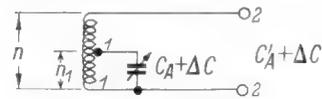
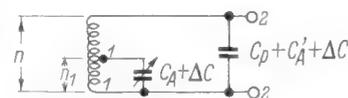

Bild 3. Transformation der Drehkondensatorwerte durch Anschluß an eine Spulenzapfung
Bild 4. Bandspreizung durch Anschaltung des Drehkondensators an eine Spulenzapfung
Bild 3 gibt die vollständige Schaltung des großen Vorsatzgerätes wieder. Man erkennt sechs jeweils auf Bandmitte abgestimmte KW-Eingangskreise. Sie werden durch die Tasten 1...3 bzw. 5...7 an das Steuergitter der Misch- und Oszillatordröhre ECH 42 gelegt. Die mittlere Taste 4 schaltet beim MW-Empfang die Antenne unmittelbar zum Empfänger durch.
In Bild 3 ist diese Taste gedrückt. Wird eine KW-Taste betätigt, dann gehen die Kontakte der Taste 4 nach unten. Die Antenne schaltet sich dadurch an die zu den Antennenkopplungsspulen führende Leitung. Die Ausgangsbuchse wird über 100 pF mit der Anode der Mischröhre verbunden, und die Anodenspannung der Röhre wird eingeschaltet. Die gedrückte KW-Taste legt außerdem Antennen-, Gitter- und Oszillatordröhre an die Röhre.
In Bild 3 wird der Drehkondensator mit seinem Stator an eine Zapfung der Kreisspule angeschlossen. Hierdurch wird der an den Klemmen 1,1' liegende Blindwiderstand des Drehkondensators von den Klemmen 2,2' aus gesehen auf einen höheren Wert herauftransformiert. Höherer Blindwiderstand des Drehkondensators an 2,2' bedeutet aber (bezogen auf gleiche Frequenz) eine kleinere Kapazität. Das heißt also, es ergibt sich von 2,2' (von der Spule aus) gesehen eine kleinere Kapazität, und zwar werden sowohl die Anfangskapazität als auch die Endkapazität des Drehkondensators im gleichen Verhältnis herabgesetzt.
Damit bleibt allerdings das Kapazitäts-Variationsverhältnis erhalten,  $C_A$  und  $\Delta C$  werden im gleichen Verhältnis durch die Transformation verringert. Eine Bandspreizung tritt also zunächst bei Anwendung der Schaltung Bild 3 nicht ein. Diese kommt erst zustande, wenn an den Klemmen 2,2' der Schaltung Bild 3 eine Parallelkapazität auftritt oder hinzugeschaltet wird. Es ergibt sich die in Bild 4 gezeigte Schaltungsanordnung.
Bei Hinzuschalten einer Parallelkapazität  $C_p$  an 2,2 (Bild 4) zu  $C_{A'}$  und  $\Delta C'$  ergibt sich ein Kapazitäts-Variationsverhältnis  $V_{C'}$  von:
Ein Drehkondensator mit einer Variation von 10...100 pF ( $\Delta C = 90$  pF) ist bei  $1/3$  der Windungszahl der Kreisspule ( $\ddot{u} = 3$ ) angeschlossen. Gemäß Bild 4 ist ein Trimmer mit einer mittleren Kapazität von 15 pF an 2,2 (Enden der Spule) angeschlossen. Welches Frequenz-Variationsverhältnis ergibt sich mit dieser Schaltung?
Aus der Formel (6) errechnet sich die erforderliche Parallelkapazität an 2,2 (siehe Bild 4) zu
Dieser Fall wird der in der Praxis am meisten auftretende sein. Es gilt wieder die Anordnung Bild 4.